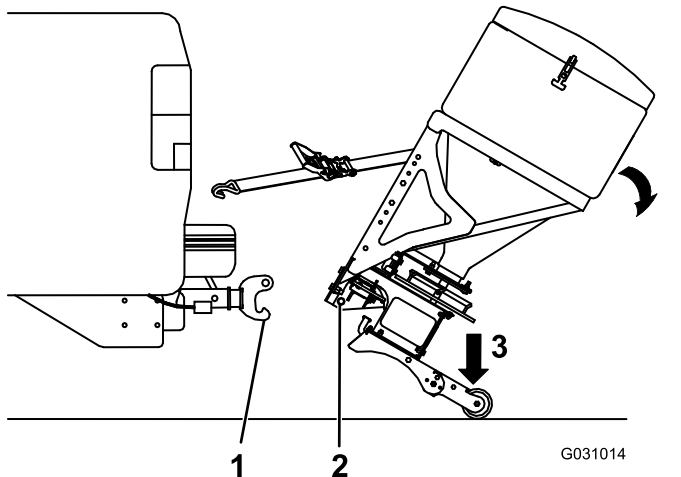

Bild 12
5. Halten Sie den Streuer fest und treten Sie auf die Haltevorrichtung, um ihn nach hinten zu kippen, bis sich der untere Bolzen der RT3-Halterung auf Höhe des Hakens an der RT3-Kupplung befindet (Bild 12).